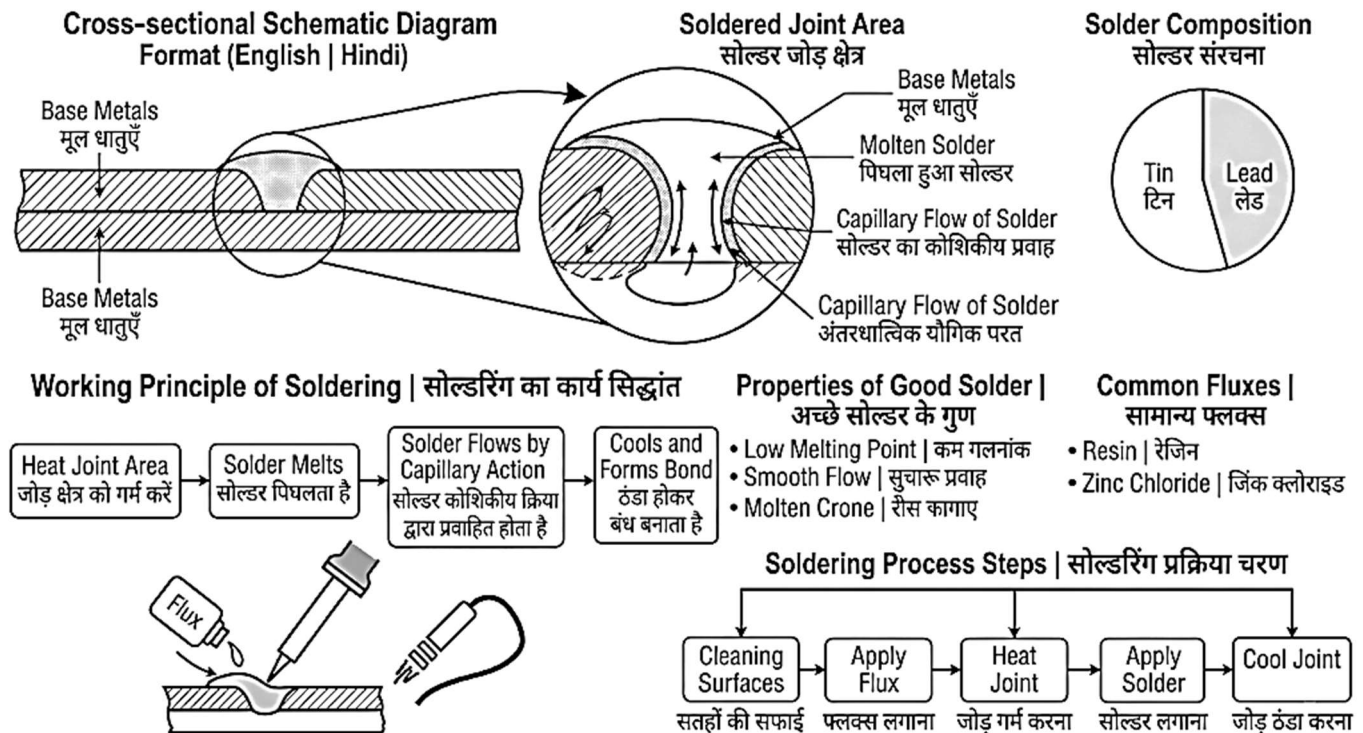

Fig. 3.7: Solders and Their Use in Metal Joining | धातु जोड़ने में सोल्डर और उनका उपयोग
3.7.1 Introduction (Fig. 3.7)
3.7.1 परिचय (Fig. 3.7)